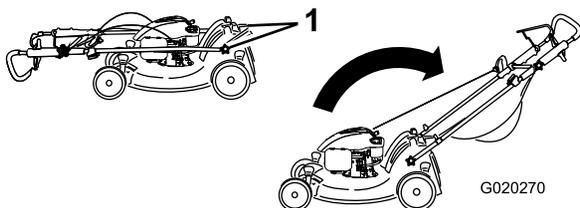

Figure 3
1. Retirez les boutons du guidon du carter de la machine (Figure 3).
1. Bouton du guidon (2)
3. Montez et serrez les boutons du guidon que vous avez retirés à l'opération 1 (Figure 3).